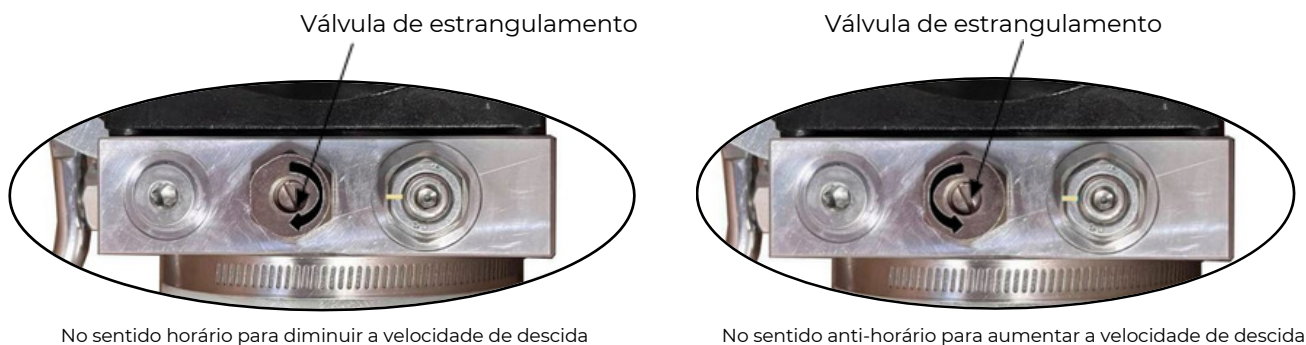

Fig.47
1. Ajuste a velocidade de descida (Fig.47)